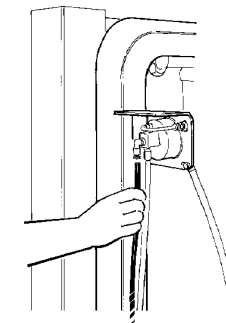

fig.37
- Collegare il tubino dell'aria al raccordo rapido, inserendolo nell'apposito foro (fig. 37).
- Connect the small air hose to the quick connector, inserting it into the relevant hole (fig.37).
- Lier le tuyau de l'air au raccord rapide, en l'insérant dans le trou spécial (fig. 37).
- Das Luftschläuchlein durch Einführen in die entsprechende Öffnung mit dem Schnellanschlußstück verbinden (Abb. 37).
- Conecte el tubo del aire a la conexión rápida introduciéndolo en el orificio apropiado (fig. 37).